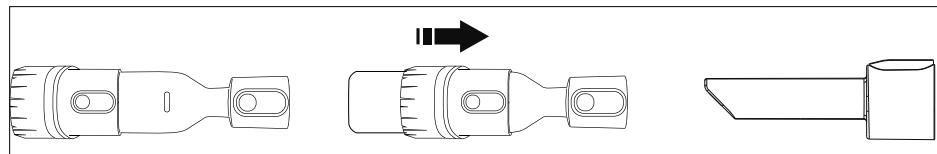

Fig. 7
Buse pour fentes (6) (voir fig. 7)	<ul style="list-style-type: none">Aspiration dans les recoins, endroits inaccessibles avec la buse de sol, les cadres de fenêtre, les plis de tissus, etc.
Buse 2 en 1 (7) (voir fig. 7)	<ul style="list-style-type: none">Brosse : Aspiration d'objets fragiles tels que livres, cadres ou meubles rembourrés, rideaux, grillesbuse uniquement : lits, canapés, coussins